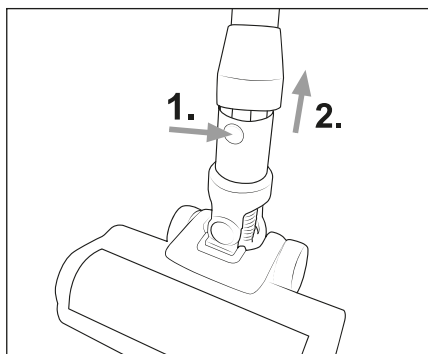

Fig. 9
- ◆ Per rimuovere la spazzola per pavimenti 20 dal tubo di aspirazione 23, tenere premuto il tasto di sblocco della spazzola per pavimenti 21 e sfilare il tubo di aspirazione 23 dalla spazzola per pavimenti 20 (vedere fig. 9).